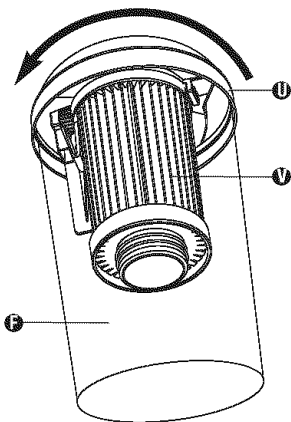

FIG. 14
Step 1: Remove dust cup (E).
Step 2: Remove dust cup lid (U) and filter assembly (V) (FIG. 14).
Paso 1: Quite el recipiente para polvo (E).
Paso 2: Quite la tapa (U) del recipiente para polvo y el ensamblaje del filtro (V) (FIG. 14).